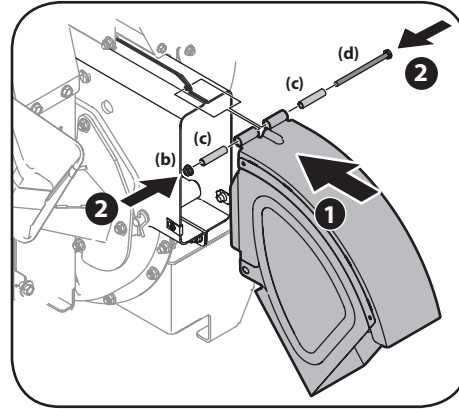

Figura 3-2
3. Ponga en línea el canal deflector en su posición en la abertura de descarga e inserte el perno hexagonal (d) con el separador (c) a través de la bisagra del canal deflector (los separadores van dentro de las bisagras). Vea la Figura 3-2.
4. Coloque el segundo separador (c) sobre el perno hexagonal (d) dentro de la otra bisagra y ajústelo con la tuerca de seguridad hexagonal (b). Vea la Figura 3-2.